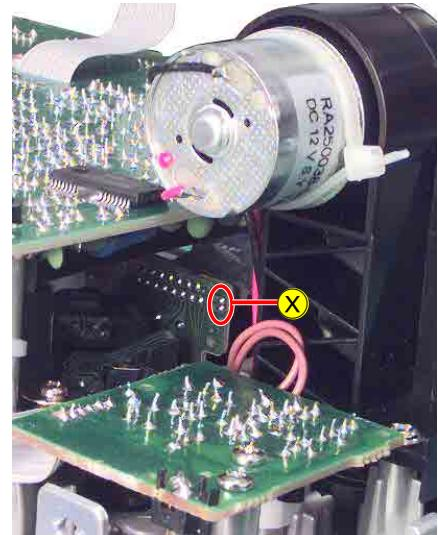

Fig. 14
- Vor abziehen des Flexprints zum CD-Laufwerk Sicherheitslötstelle Ⓣ (Fig. 14) schließen.
- Short circuit the protective soldered joint Ⓣ (Fig. 14) before disconnecting the flexprint to the CD mechanism.